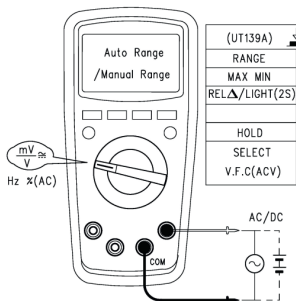

Fig. 2
1. Inserire il cavo di misura rosso nella boccia V Ω e il cavo di misura nero nella boccia COM. Orientarsi ruotando Fig. 2.
3. Collegare entrambe le puntali di misura all'oggetto da misurare. Se la tensione di ingresso (CC) è negativa, davanti al valore misurato compare un meno.